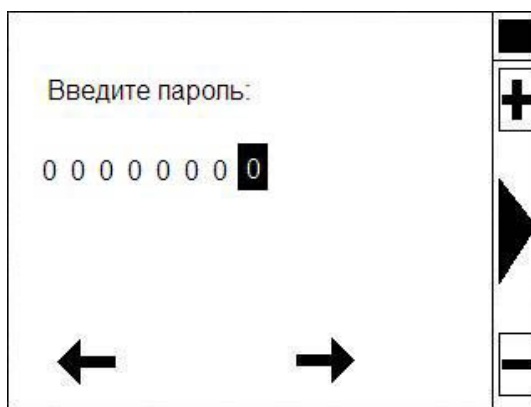

Рис.30 – Режим введения пароля
3.4.10.1 Активация в «Главном меню» строки «Ввести пароль» выводит на экран режим введения пароля рис.30.